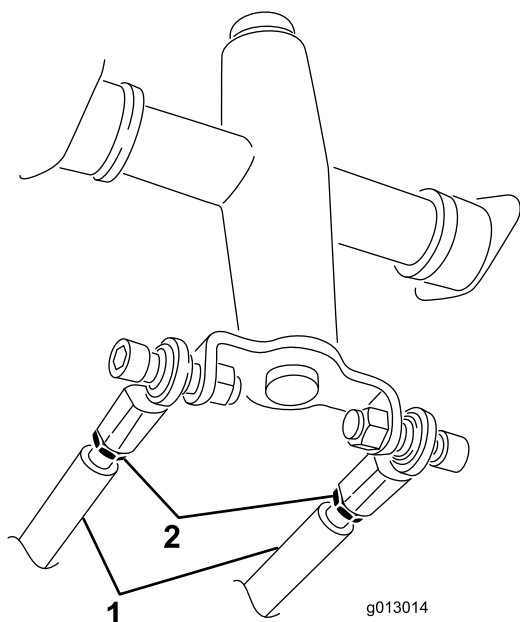

Figura 57
3. Afloje las contratueras de las varillas de tracción, debajo del panel de control (Figura 57).